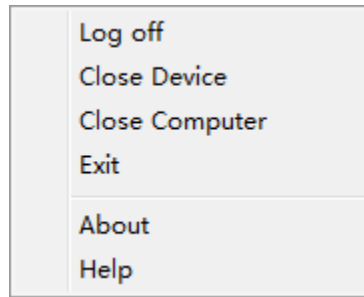

Рисунок4-3 Выход из системы и завершение сеанса
2. Ввести интерфейс, как это показано на Рисунок4-3.